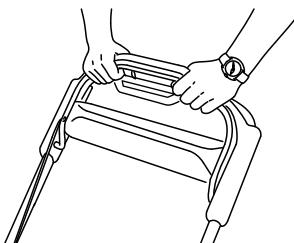

Figura 21
3. Mantenha a barra de controlo da lâmina encostada à pega (Figura 21).